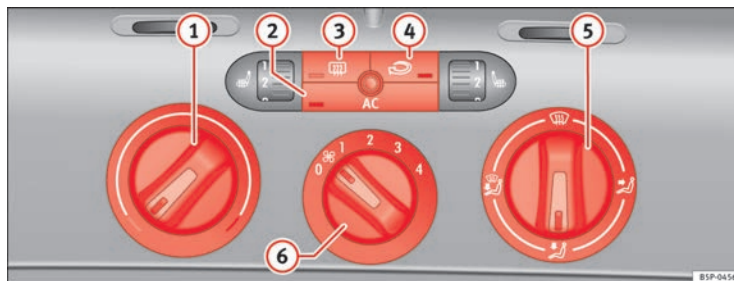

Fig. 108 Sur la planche de bord : éléments de commande du Climatic
- Tournez le régulateur de température ⇒ fig. 108 ① vers la droite pour sélectionner la puissance calorifique souhaitée.